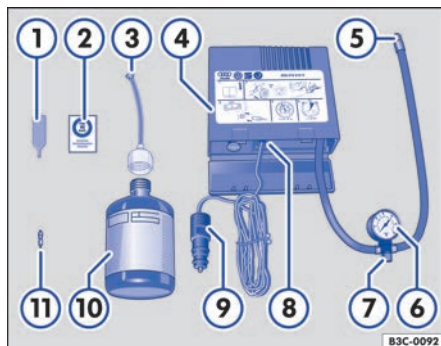

Fig. 181 Representación esquemática: componentes del kit reparapinchazos.
El kit reparapinchazos puede ir alojado en diferentes lugares dentro del vehículo como, p. ej., en el portaobjetos lateral del maletero o debajo del piso del maletero. Se compone de las siguientes piezas → fig. 181:
11. Pegue el adhesivo → fig. 181 ② del kit reparapinchazos en el tablero de instrumentos dentro del campo de visión del conductor.
- Desensrosque el obús de la válvula con el desmontaobuses → fig. 181 ① y deposítelo sobre una superficie limpia.
- Agite enérgicamente la botella de sellante → fig. 181 ⑩ unas cuantas veces.
- Enrosque fijamente el tubo de llenado → fig. 181 ③ en la botella de sellante en el sentido de las agujas del reloj. El precinto de la boca de la botella se perfora automáticamente.
- Retire el tapón del tubo de llenado → fig. 181 ③ e introduzca el extremo abierto en la válvula del neumático por completo.
- Enrosque nuevamente el obús en la válvula del neumático con ayuda del desmontaobuses → fig. 181 ①.
- Enrosque fijamente el tubo de inflado → fig. 181 ⑤ del compresor de aire en la válvula del neumático.
- Compruebe que el tornillo de descarga de aire → fig. 181 ⑦ esté cerrado.
- Enchufe el conector → fig. 181 ⑨ en una toma de corriente de 12 voltios del vehículo → pág. 162.
- Encienda el compresor de aire con el conmutador de encendido y apagado → fig. 181 ⑧.
Vuelva a enroscar el tubo de inflado → fig. 181 ⑤ y compruebe la presión del neumático en el indicador ⑥.